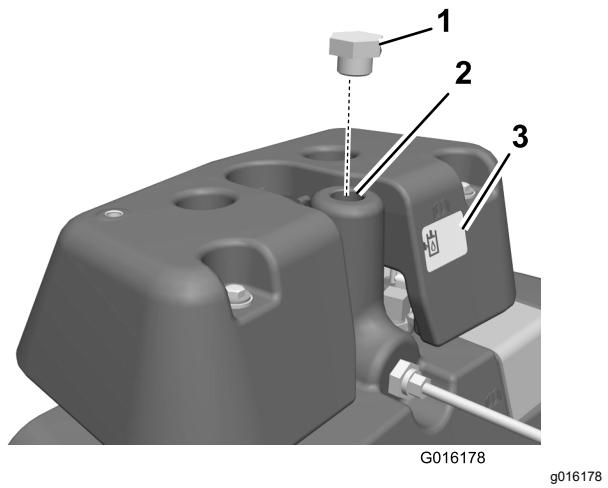

図 12
- ブリーザーを取り外して廃棄し、メイン油圧タンクに作動油を補充する(図12)。
2. ブリーザに代えてプラグを取り付ける図12。